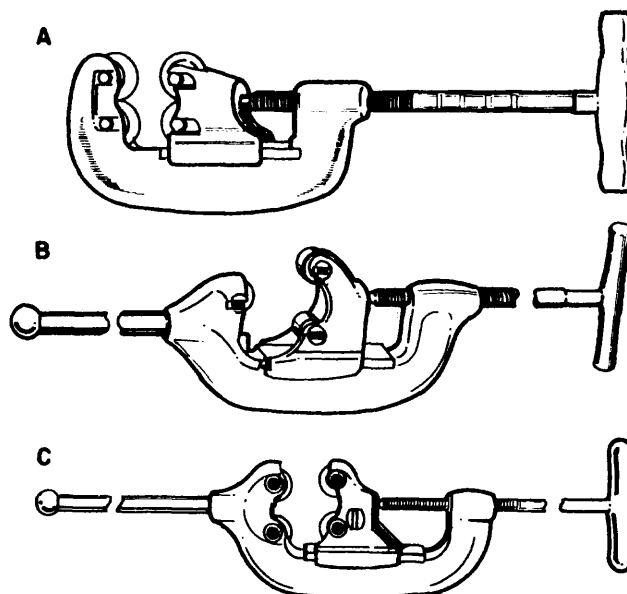

Fig. 3
2. Cortatubos para hierro galvanizado y otros tubos de pared gruesa, conocido como cortatubos para trabajos pesados (figs. 3-A, 3-B y 3-C).